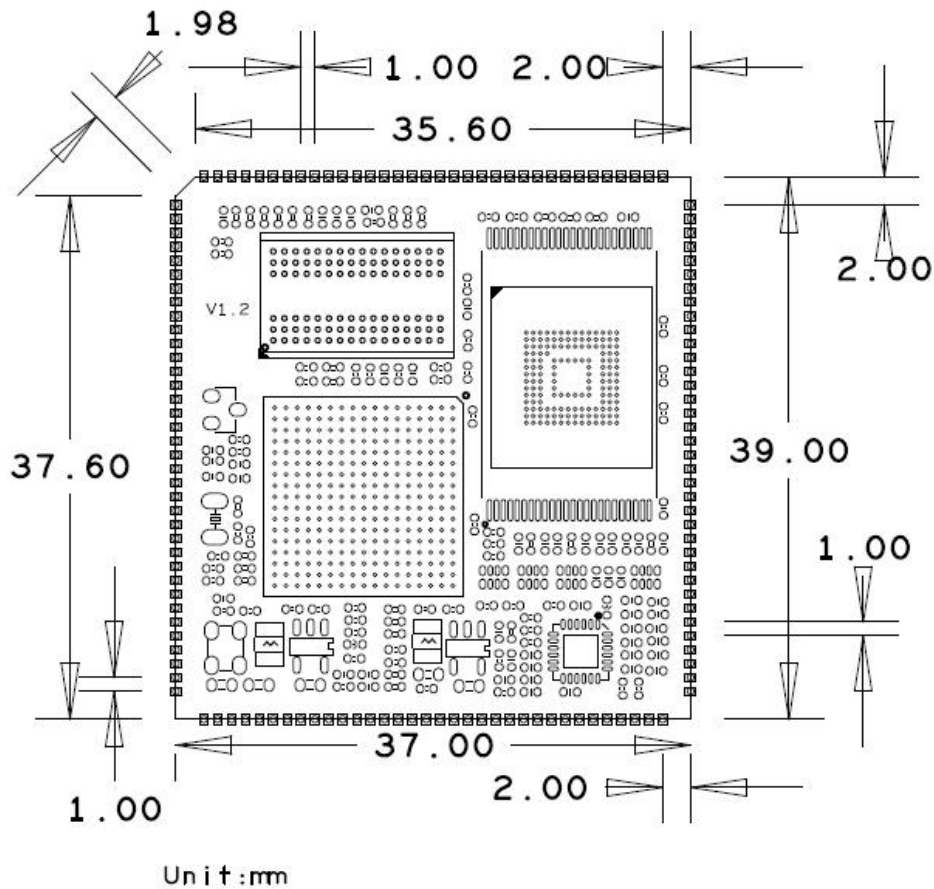

图 6-1 MYC-Y6ULX 尺寸图
- ◆ 接口类型：MYC-Y6ULX机械尺寸如图6-1所示：